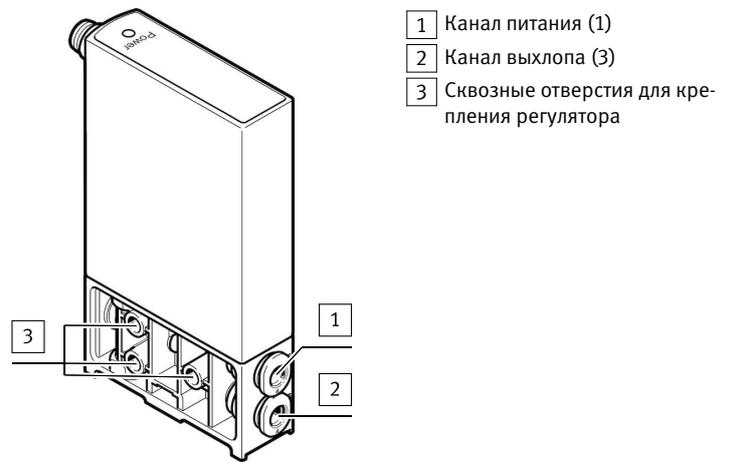

Fig. 3 Вид сзади
- канал питания (1) → Fig.3
- Установите на канале выхлопа (3) глушитель или обеспечьте отвод выхлопа через шланг → Fig.3.